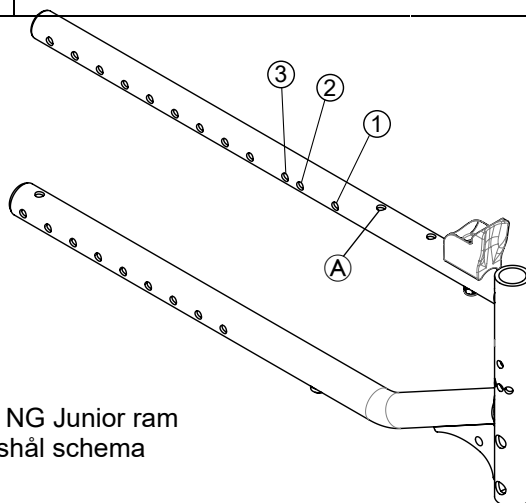

BILD 4.10 Action 3 NG Junior ram med fixeringspositionshål schema för olika sittdjup.
OBS! Den här proceduren beskrivs i BILD 4.10, 4.11, 4.12 och 4.13
4. Välj den lämpligaste positionen för bältet för användaren - se bild 4.10 för rekommenderad främre positioner. eller figur 4.13 för bakre positioner.